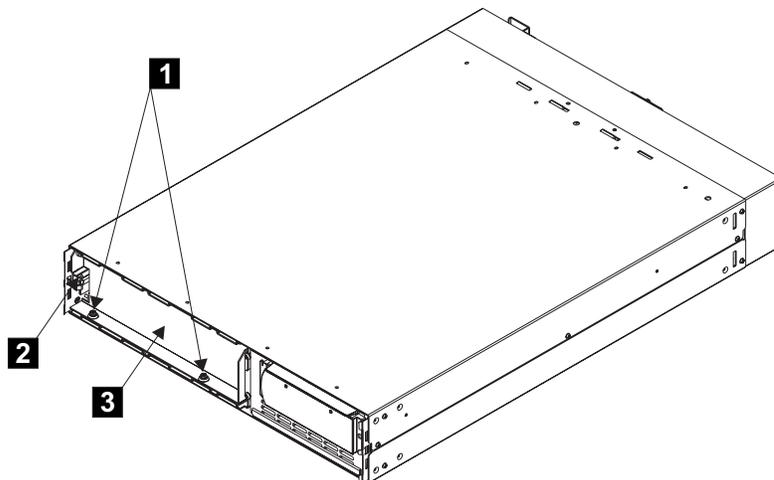

図 32. バッテリー保持ブラケットの取り外し
- c. 2 つのボルト **1** と、ブラケットの左側にある追加のナット **2** を取り外します (図 32 を参照)。次に、バッテリー保持ブラケット **3** を取り外します。